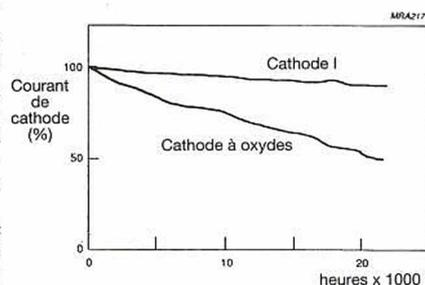

Figure 3 : évolutions dans le temps du pouvoir émissif d'une cathode-I et d'une cathode à oxydes conventionnelle.
La figure 3 montre un comparatif entre le courant d'une cathode à oxydes et celui d'une cathode-I. Il apparaît que la cathode à oxydes, avec une densité de courant de 10 A/cm2, ne tiendra pas cette cadence plus de quelques minutes, mais que surtout, et c'est ce qui apparaît comme le plus important, c'est que l'émission d'une cathode-I permet de parvenir à une émission électronique plus constante, même après des milliers et des milliers d'heures de fonctionnement. Ce qui signifie aussi que la qualité des images restituées demeurera égale pendant
■ Figure 3 : Les circuits de reset classique et à commande manuelle.